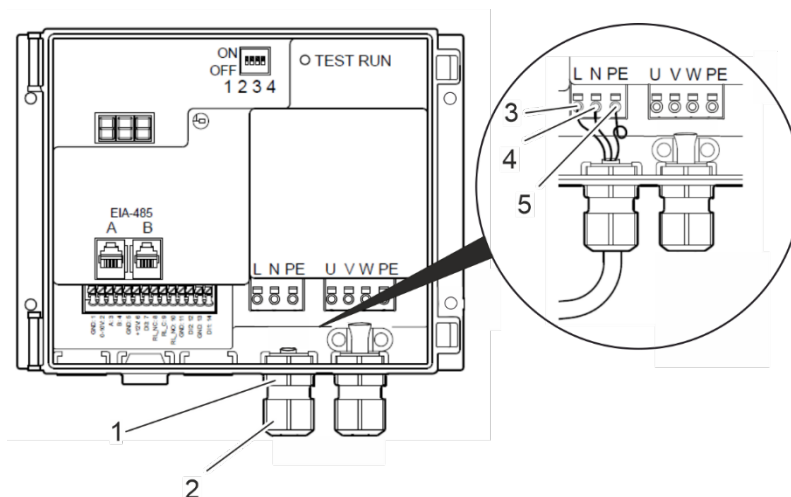

Figura 96: Terminales de alimentación
2. Afloje la tuerca (Figura 96/2) del pasacables (Figura 96/1).
3. Introduzca la tuerca (Figura 96/2) del pasacables (Figura 96/1) en el cable de alimentación.
4. Introduzca el cable de red a través del pasacables (Figura 96/1) en el accionamiento del dispositivo de limpieza del rotor.
5. Conecte el cable de fase al terminal L (Figura 96/3).
6. Conecte el conductor neutro al terminal N (Figura 96/4).
7. Conecte el conductor de protección al terminal PE (Figura 96/5).
8. Fije el cable de red en el pasacables (Figura 96/1) apretando la tuerca (Figura 96/2).